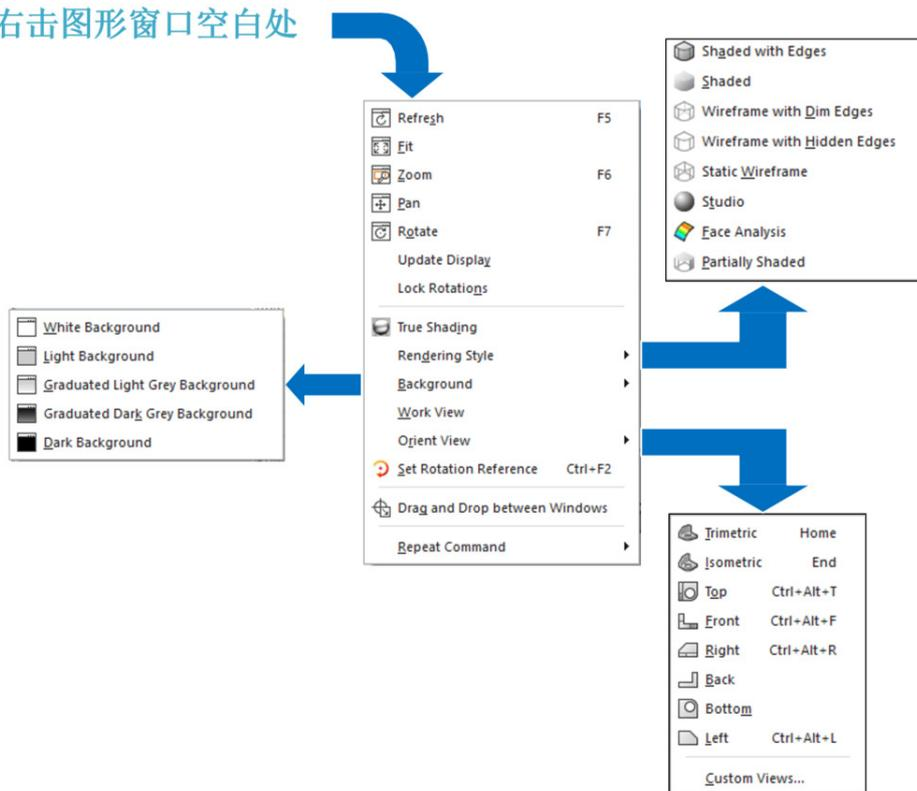

图 1-24 快捷菜单
(1) 窗口快捷菜单。在作图过程中，可以在图形窗口空白处点击鼠标右键打开快捷菜单，快捷操作命令，提高作图效率，如图 1-24 所示。